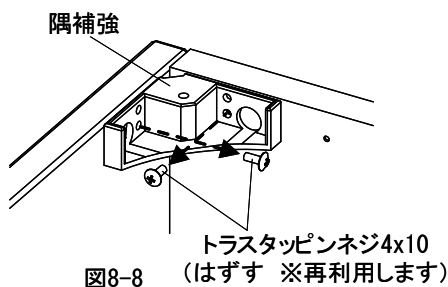

図8-8 (はずす ※再利用します)
- ⑦ボウルキャビネットの四隅すべての隅補強をはずしてください。(図8-8)